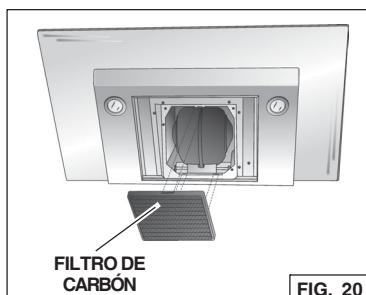

FIG. 20
1. Para retirar el filtro de CARBÓN, presione sobre el cierre delantero del filtro. Tire del filtro hacia abajo para desengranar las pestañas traseras del filtro. Fig. 20.